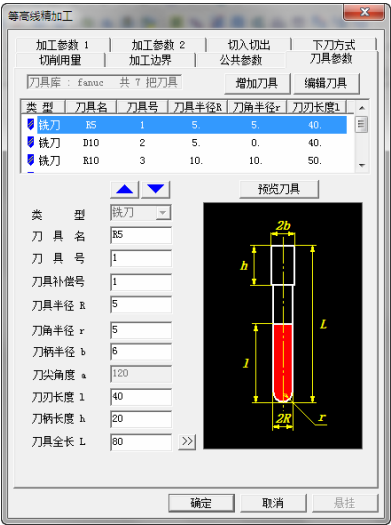

图 8-58 “刀具参数”选项卡
8) 单击“刀具参数”选项卡，选择刀具名称为“R5”，具体“刀具参数”数值如图 8-58 所示。